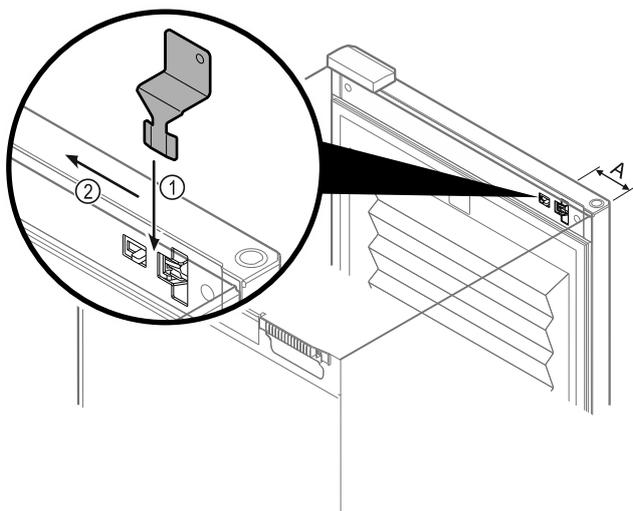

Fig. 133
- ▶ Расположите ключ для аварийной разблокировки в заданном месте Fig. 133 (A) ≈ 100мм.
- ▶ Вставьте ключ для аварийной разблокировки между дверью и корпусом устройства сверху и до упора Fig. 133 (1).
- ▶ Потяните ключ для аварийной разблокировки в направлении стороны шарнира Fig. 133 (2).